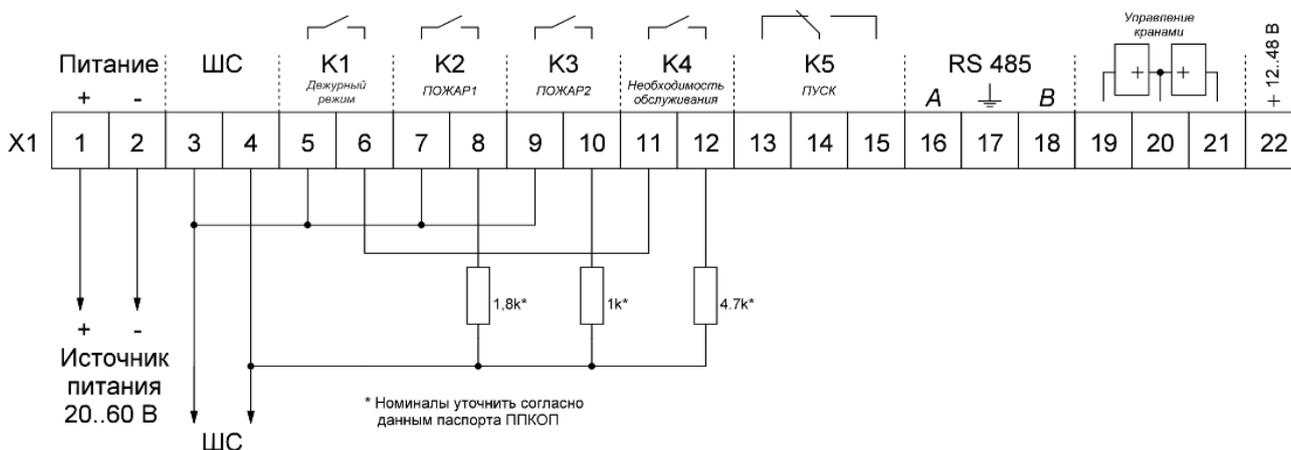

Рисунок 15 – Схема подключения с обобщенным сигналом об обслуживании
19.2 Схема подключения ИПА к ПЦН с уменьшением сопротивления ШС при формировании извещений «Пожар 1», «Пожар 2» с обобщенным сигналом о неисправности при необходимости обслуживания извещателя (рисунок 15).